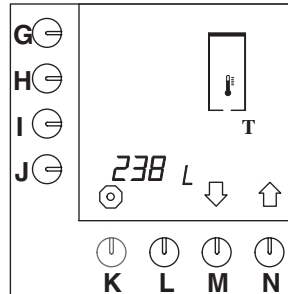

Abb. 29 Gesamtzählwerk für das Heißwassersystem
- Jetzt erscheint das Gesamtzählwerk im Display. Die Gesamtanzahl der Liter heißes Wasser, die während der Lebensdauer des Geräts aufgebriht wurden, kann im Display abgelesen werden (Abb. 29).